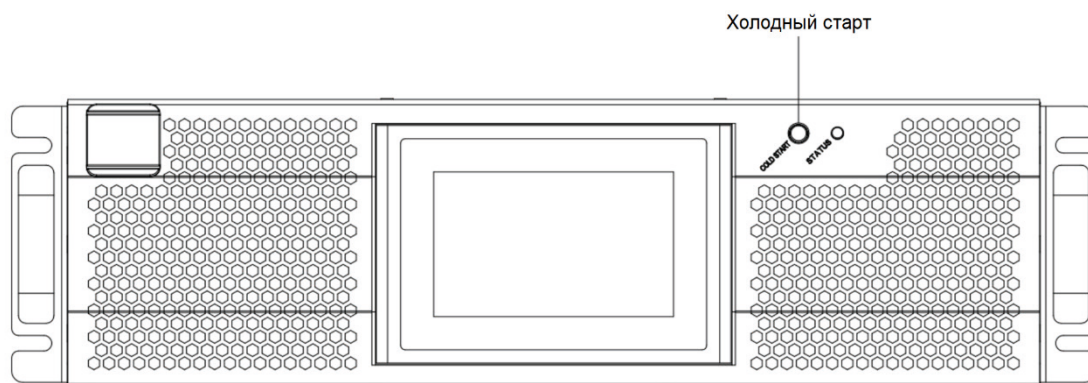

Рисунок 5.6. Расположение кнопки холодного старта.
2. Нажать красную кнопку «холодного» старта (Cold start) на передней панели ИБП (см. Рисунок 5.6). Система будет запитана от аккумуляторных батарей.